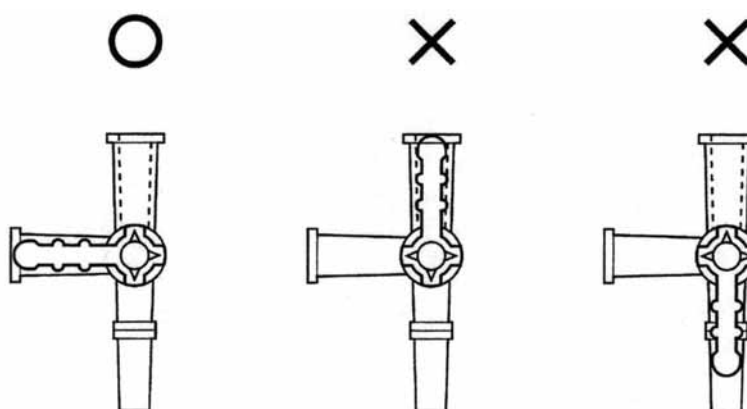

图 4.18 IC 反应器下部 3 通旋塞的控制杆
1. 确认 IC 反应器下部的 3 通旋塞位于图 4.18 的左的位置上。